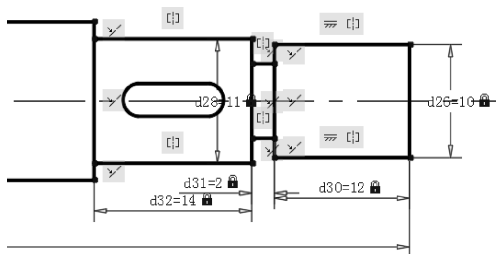

图 4-93 绘制键槽轮廓
(1) 将“轮廓线”层设置为当前图层。单击“默认”选项卡“绘图”面板中的“直线”按钮，在第二轴段内适当位置绘制两条水平直线。
(2) 单击“默认”选项卡“绘图”面板中的“圆弧”按钮，在直线的两端绘制圆弧（键槽轮廓），结果如图 4-93 所示。